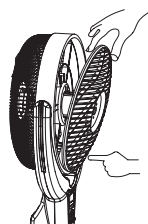

Figura 11.
- b) Presione levemente el fondo de la protección delantera y tire de ella hacia afuera desde la parte superior. (Figura 11)